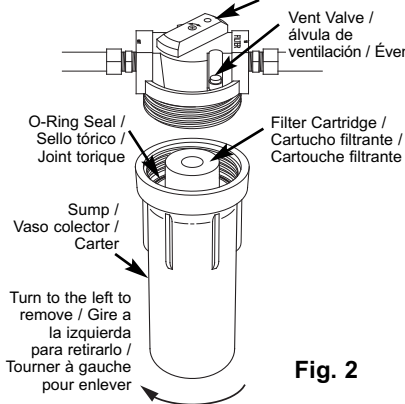

Fig. 2
1. Turn the filter valve handle to the "OFF" or "BYPASS" position (See Figure 2). To relieve pressure in the filter, press the vent valve on top of the filter (See Figure 2). Some water may leak out of the vent valve as pressure is being relieved.
2. Turn the sump to the left to remove from the head (See Figure 2). Be careful, as the sump is full of water. Do not lose the large o-ring seal.
2. el vaso colector a la izquierda para retirarlo del cabezal. (Vea la Fig. 2.) Tenga cuidado. El vaso colector está lleno de agua. No pierda el aro tórico grande.
1. Tournez la manette du robinet du filtre sur ARRÊT (OFF) ou sur CONTOURNER (BYPASS) (voir figure 2). Pour relâcher la pression à l'intérieur du filtre, appuyez sur l'évent situé sur le dessus (voir figure 2). De l'eau peut s'écouler de l'évent lors de la dépressurisation.